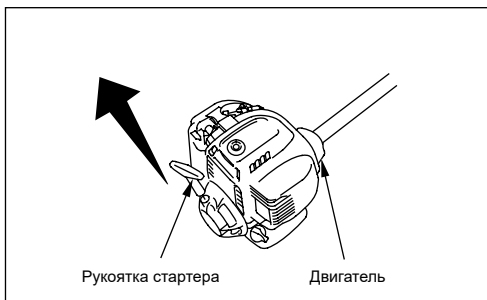

Рис. 15
8. Придерживая триммер, плавно потяните рукоятку стартера до момента зацепления в механизме стартера. После появления сопротивления энергично вытяните шнур на 50–60 см (рис. 15). Во избежание повреждения корпуса стартера не бросайте рукоятку стартера, плавно верните ее в исходное положение. Повторите данные действия 3–5 раз до запуска двигателя.
3. Придерживая триммер, плавно потяните рукоятку стартера до момента зацепления в механизме стартера. После появления сопротивления энергично вытяните шнур на 50–60 см (рис. 15). Во избежание повреждения корпуса стартера не бросайте рукоятку стартера, плавно верните ее в исходное положение. Повторите данные действия 3–5 раз до запуска двигателя.